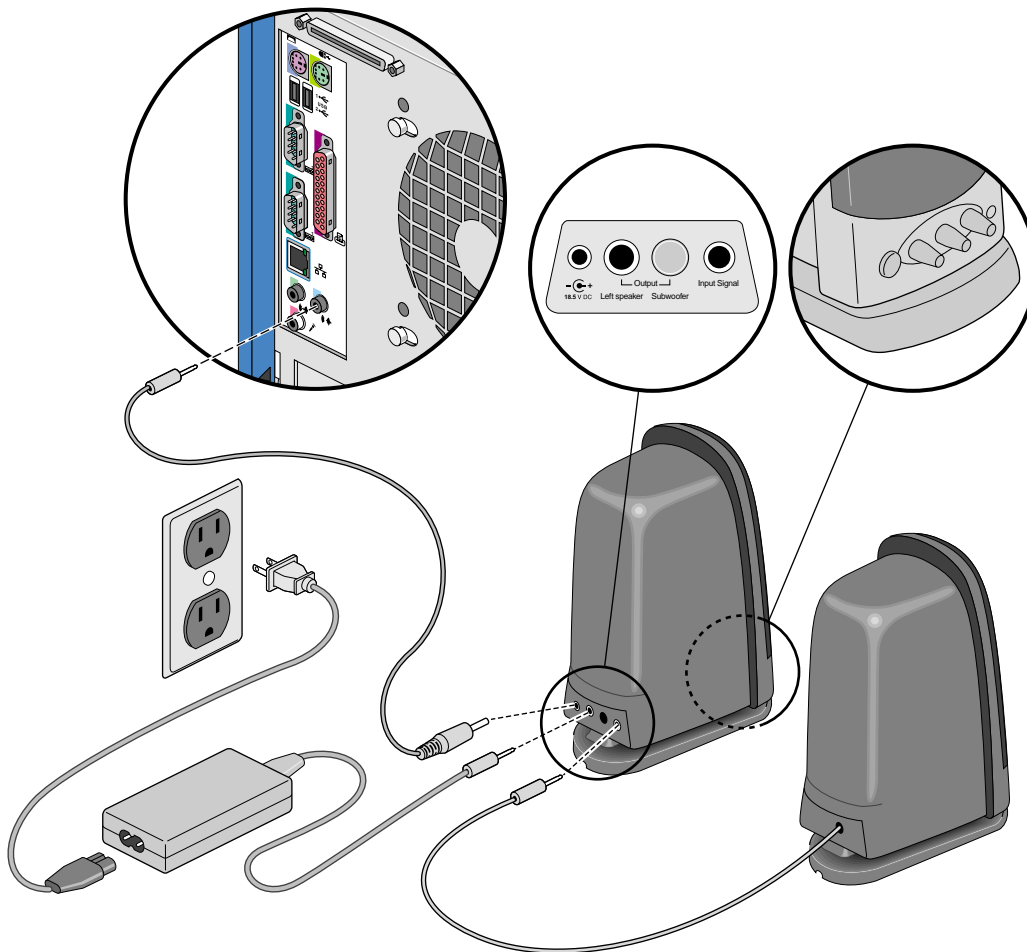

Figura 1-9 Conexión de los altavoces
6. Siga estas instrucciones para conectar los altavoces al sistema. En la Figura 1-9 se muestra el procedimiento:
- c. Conecte el altavoz derecho con el izquierdo como se muestra en la Figura 1-9.